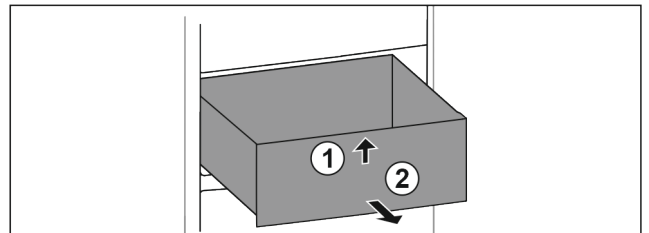

Fig. 67
- ▶ Levante el cajón por delante. Fig. 67 (1)
- ▶ Extraiga el cajón hacia delante. Fig. 67 (2)